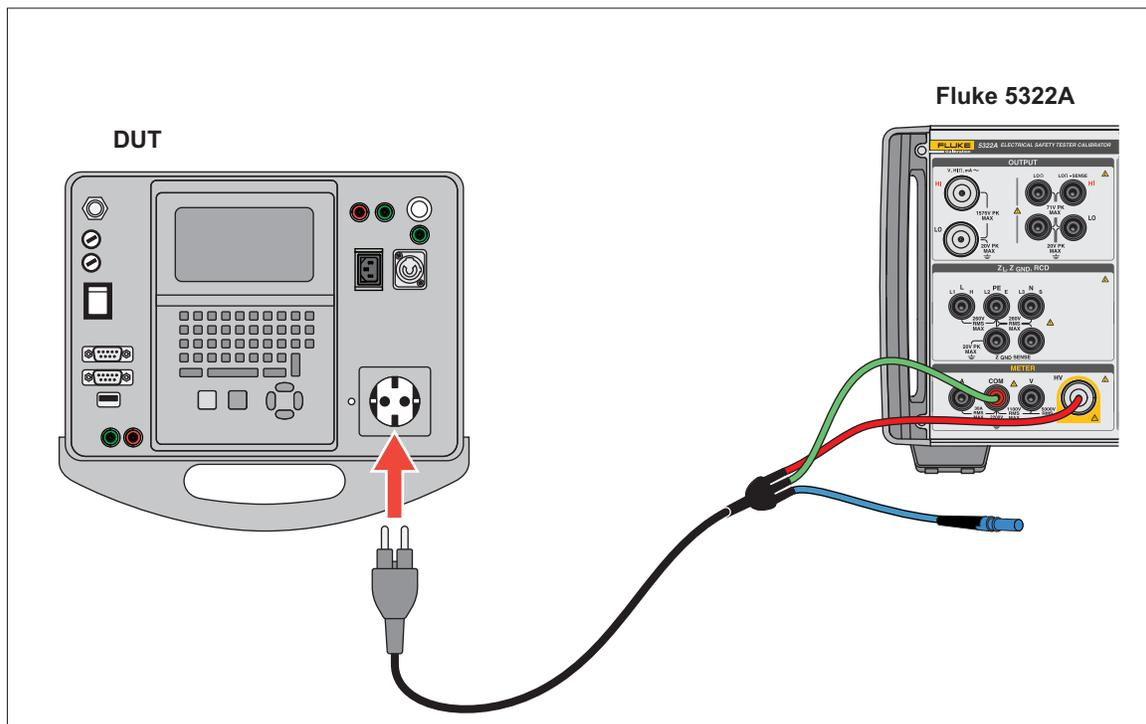

Figure 57. Mesure de tension de test Flash de classe I
3. Connectez le produit et l'appareil testé comme indiqué sur la Figure 57.